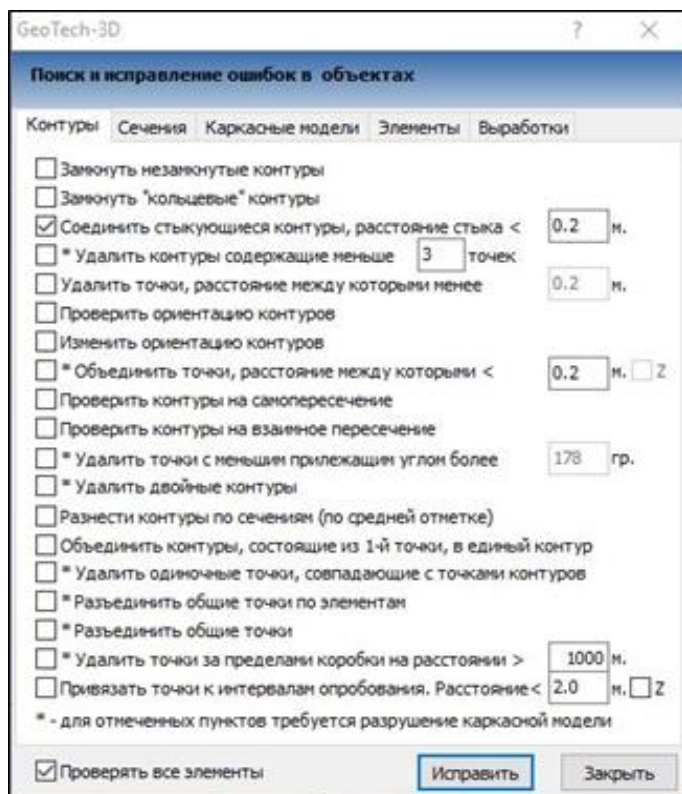

Рис. 5.2. Поиск и исправление ошибок
2.2. Выполните команду **Выбрать контур**  и выберите все контуры объекта. Повторно вызовите инструмент **Исправить ошибки**  и выполните настройки согласно рис. 5.2 и нажмите **Исправить**.